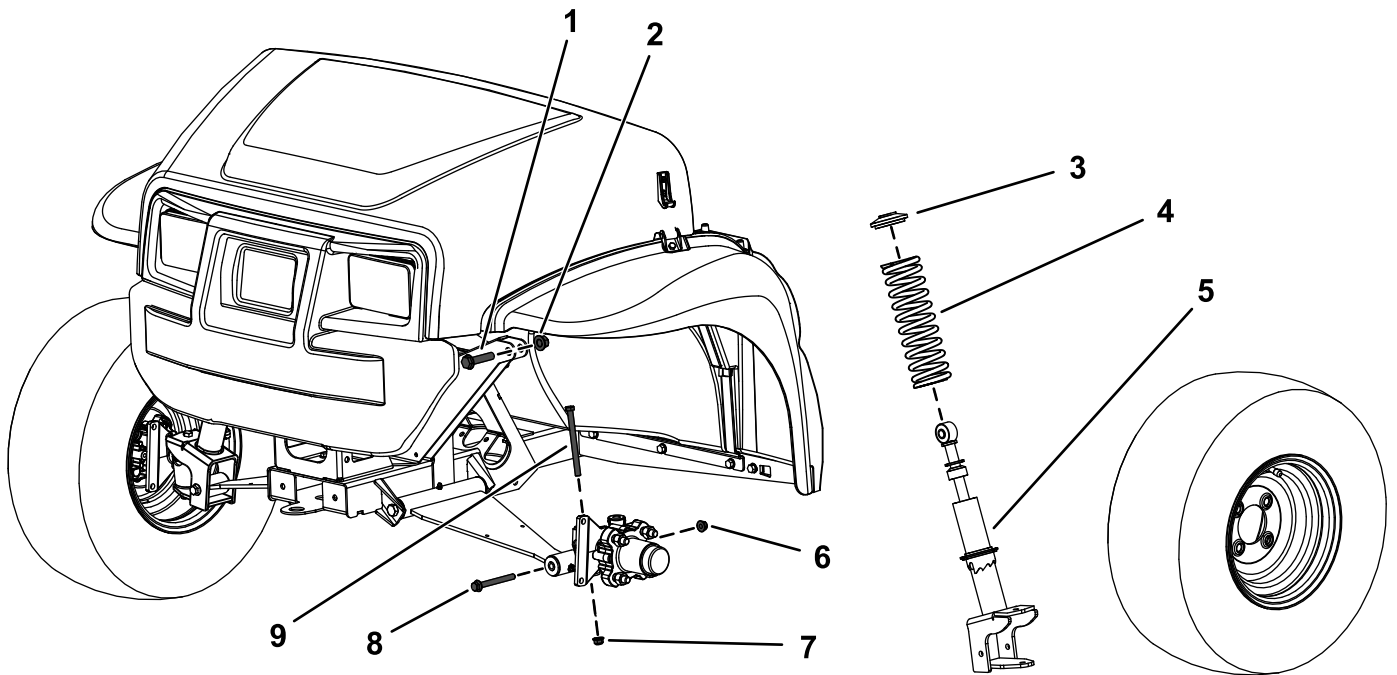

图1
2. 从轴上卸下六角头螺栓 $3/8 \times 4-3/4$ 英寸和凸缘螺母 $3/8$ 英寸 图1。
3. 从控制臂上卸下六角头螺栓 $3/8 \times 3-1/2$ 英寸和凸缘螺母 $3/8$ 英寸 图1。
4. 卸下将支柱组件固定到上机架的六角头螺栓 $1/2 \times 2-1/4$ 英寸和锁紧螺母 $1/2$ 英寸 图1。
5. 拆卸支柱组件 图1。
3. 从支柱组件取下弹簧图1。
4. 将新弹簧安装到现有支柱组件图1。
2. 如图1所示用上六角头螺栓1/2 x 2-1/4 英寸和锁紧螺母1/2 英寸将支柱组件的上部固定到机架上。
4. 将六角头螺栓3/8 x 4-3/4 英寸和凸缘螺母3/8 英寸安装到轴上图1。
6. 如图1所示用六角头螺栓3/8 x 3-1/2 英寸和凸缘螺母3/8 英寸将支柱组件的下部固定到控制臂上。